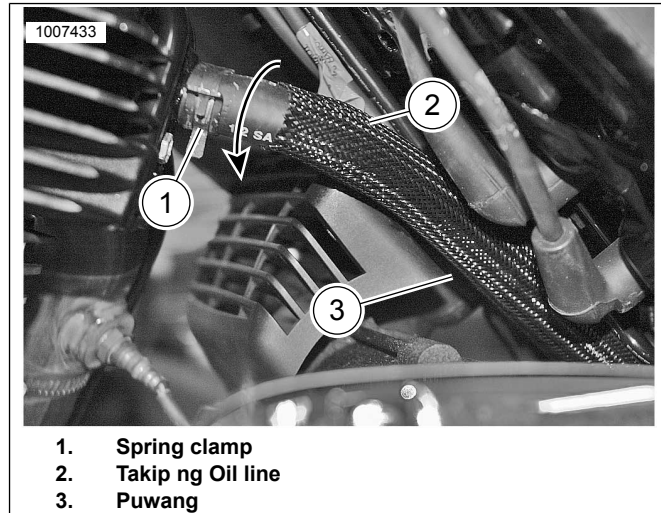

Figure 3. Takip ng Likurang Oil Line
- a. Tingnan ang Figure 3 . Iposisyong muli ang (mga) kable ng plug, kung kinakailangan.
- b. I-release ang pang-itaas na oil line hose spring clamp (1) at tanggalin ang pang-itaas na oil line hose lamang mula sa ulo.
- c. Tanggalin ang oil line hose spring clamp (1) mula sa hose.
- d. Ipasok ang takip sa itaas ng likurang oil line hose (2). Iposisyon ang takip 25,4 mm (1 in) mula sa pang-itaas na spring clamp sa likuran ng oil line hose.
- f. Habang maluwag ang spring clamp, ikutin ang hose para sa magkaroon ng malaking puwang sa pagitan ng housing ng fan at ng takip ng oil line hose (3).